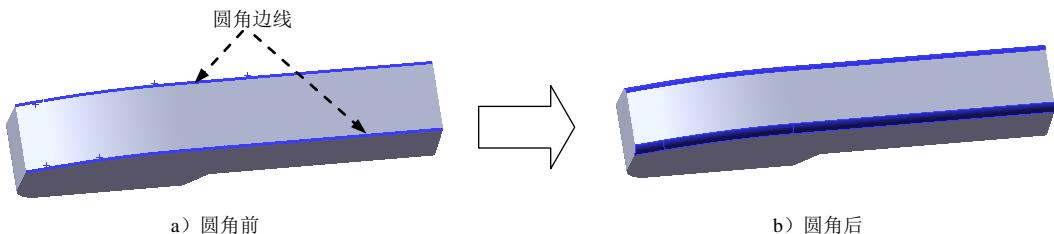

图 12.4.4 圆角 1
Step3. 创建图 12.4.4 所示的圆角 1。选择下拉菜单 **插入(I)** → **特征(E)** → **圆角(U)...** 命令；选取图 12.4.4a 所示的边线为要圆角的对象，在 **圆角项目(I)** 区域的 **文本框** 中输入圆角半径值 2.0，选取 **切线延伸(G)** 复选框。